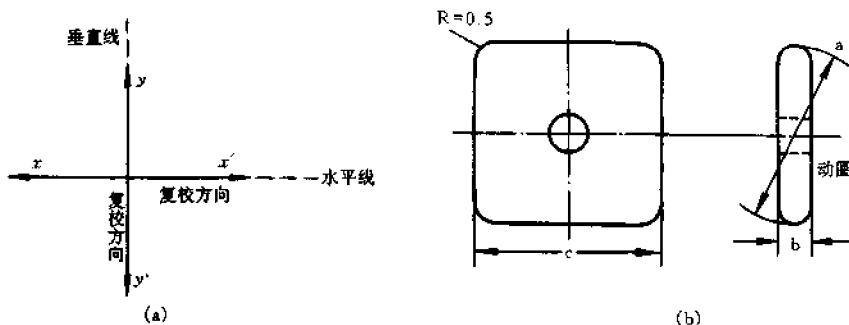

图 7-10 平衡调整的复校方向
(3) 复校。若将万用表在  $x$  和  $y$  两个方向调好平衡后(见图 7-10),可将仪表由  $x$  方向转动  $180^\circ$ ,定位于  $x'$  方向,这时会有偏离值存在,但不大,可通过调整  $b$ 、 $b'$  锤,使之成为偏离值的  $1/4$  时即可满足要求。若偏离值过大,可能有机机械故障存在,应予排除。只有当轴尖与轴承间的故障排除后,平衡调整才能取得较好的效果。同样,当将表头由  $y$  方向旋转  $180^\circ$  定位于  $y'$  方向时,指针也会发生偏离,其调整方法同上。